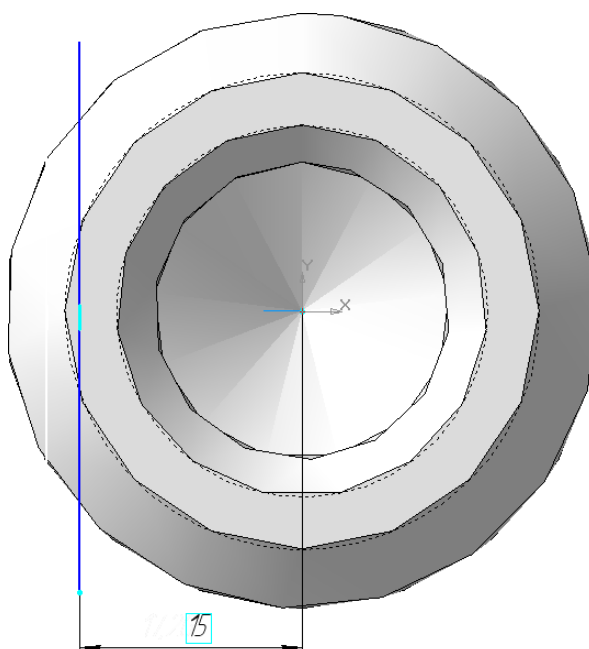

Рис. 13
• Для выполнения лыски выделите курсором левый торец детали. Для этого кнопкой **Повернуть** разверните деталь левым торцом на себя. Ориентацию изображения установите «Нормально к ...» и перейдите в режим редактирования эскиза (кнопка **Эскиз**). Изобразите прямую вертикальную линию на расстоянии 15 мм от центра, рис. 13.